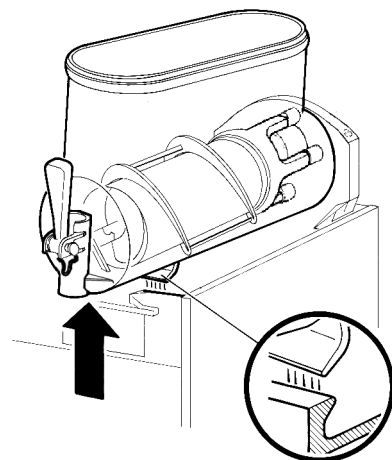
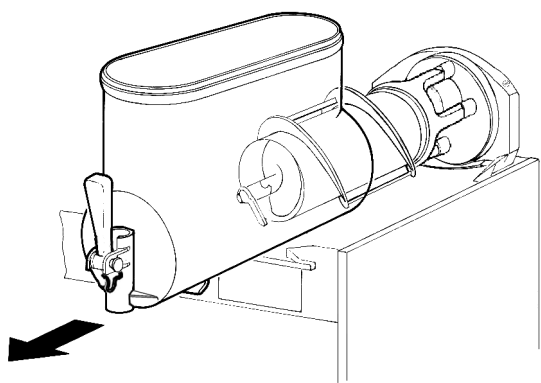

figura 5
figura 6
- 2** Smontare il contenitore spingendone leggermente la parte inferiore (lato rubinetto) verso l'alto per liberarne gli agganci inferiori (vedere figura 5) e sfilandolo successivamente dal davanti (vedere figura 6).